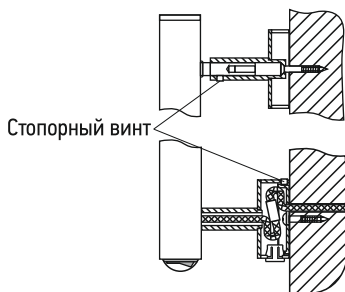

Рис. 9
3.15. Прижать до упора весь ЭПС к стене и с усилием зафиксировать стопорные винты в кронштейнах и в корпусе коробки (рис. 9).